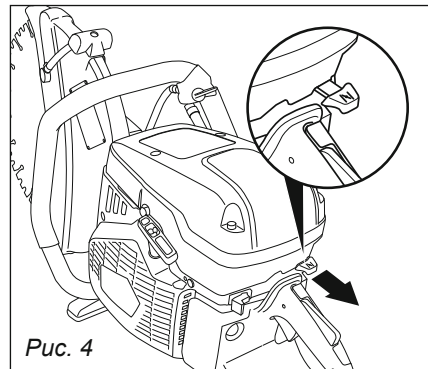

Рис. 4
2. Установить рукоятку воздушной заслонки в положение: «А» — «ЗАПУСК» (рис. 4).
Переведите выключатель зажигания в положение **«ВЫКЛЮЧЕНО»**, не вкручивая свечу проверните вал двигателя с помощью стартера так же как при запуске, повторите действие 10–15 раз, это поможет избавиться от излишков топлива в камере двигателя, установите свечу зажигания на место, переведите выключатель в положение **«ВКЛЮЧЕНО»**, переведите воздушную заслонку в положение **«ОТКРЫТО»**, см. рис. 4.